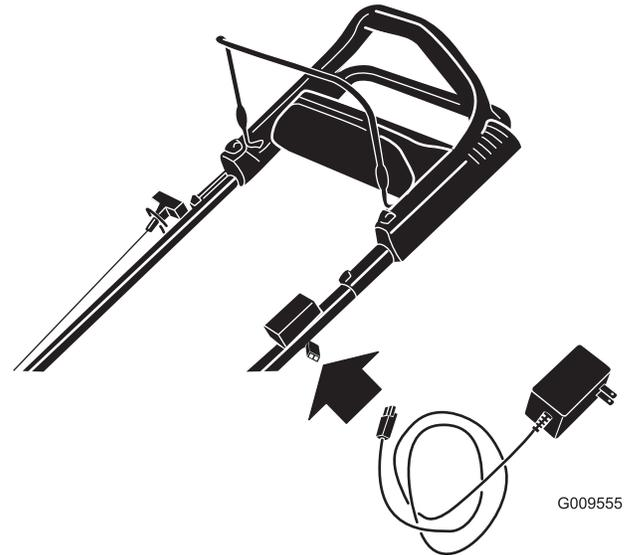

Figura 26
1. Conecte el cargador al arnés de cables de la máquina, situado debajo de la llave de contacto (Figura 26).